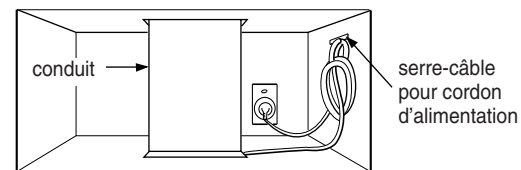

Figure 34
- Utiliser le serre-câble pour regrouper le cordon d'alimentation. Poser le serre-câble à l'intérieur de l'armoire à l'aide d'une vis tel qu'indiqué à la figure 34.